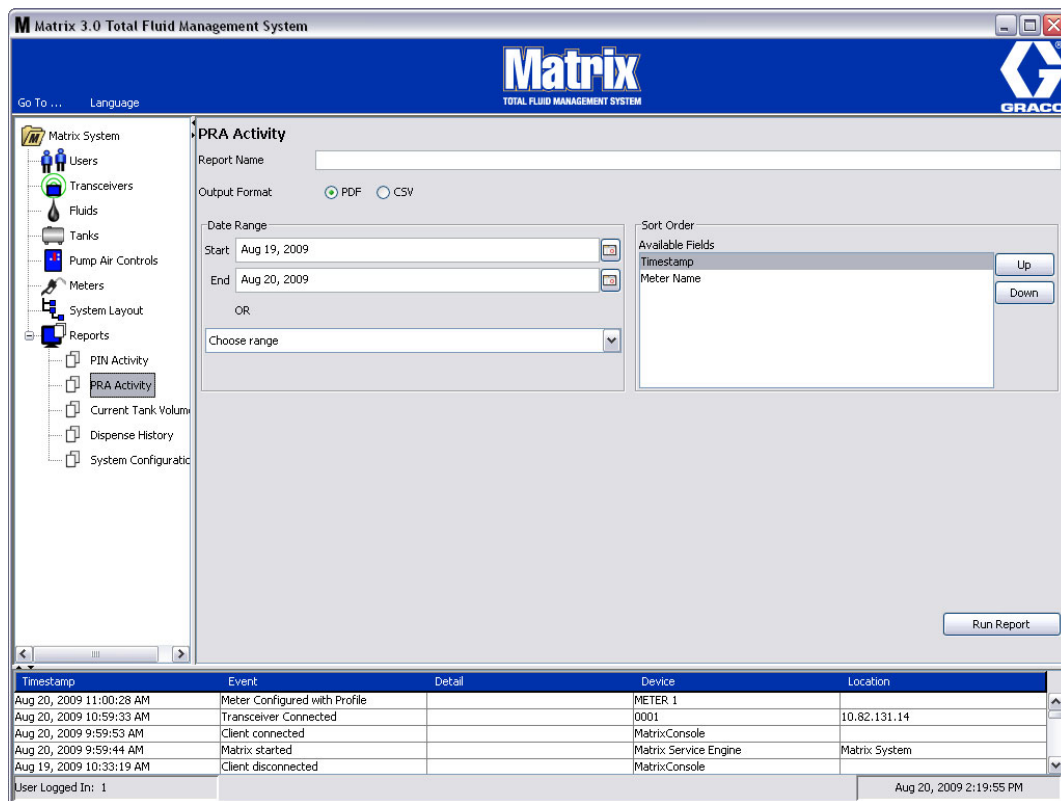

FIG. 103
- Pantalla de actividad de PRA (Fig. 103)